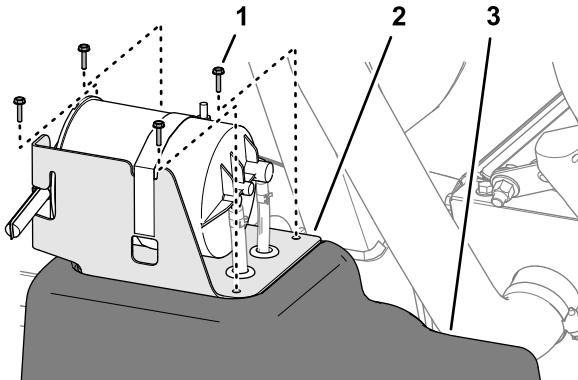

Figura 117
2. En el depósito de combustible, retire los 4 tornillos (N.º 10 x 3/4") que sujetan el soporte del cartucho de carbón a la parte superior del depósito de combustible (Figura 117).